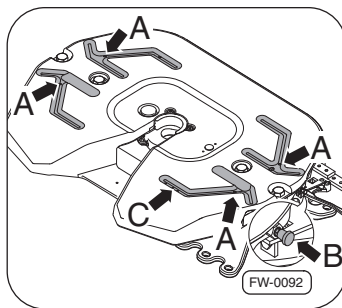

Рис. 20 · Соединения мест смазки седельно-сцепного устройства SK-S 36.20
- Четыре соединения в смазочных точках ⇒рис. 20, –поз. А– пластины, М8х1